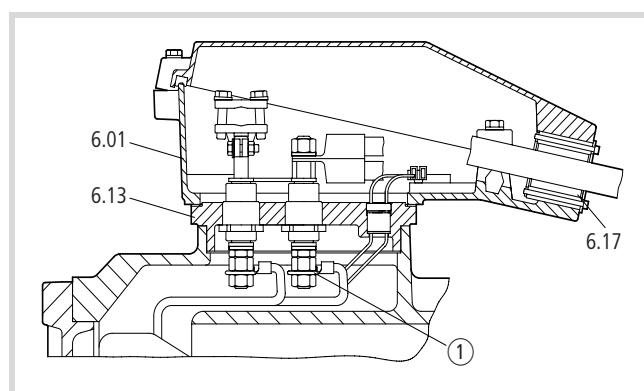

Figure 16 : Boîte à bornes avec passage à boulon isolé
- Otez la plaque d'arrêt ① et l'écrou (→ fig. 16).